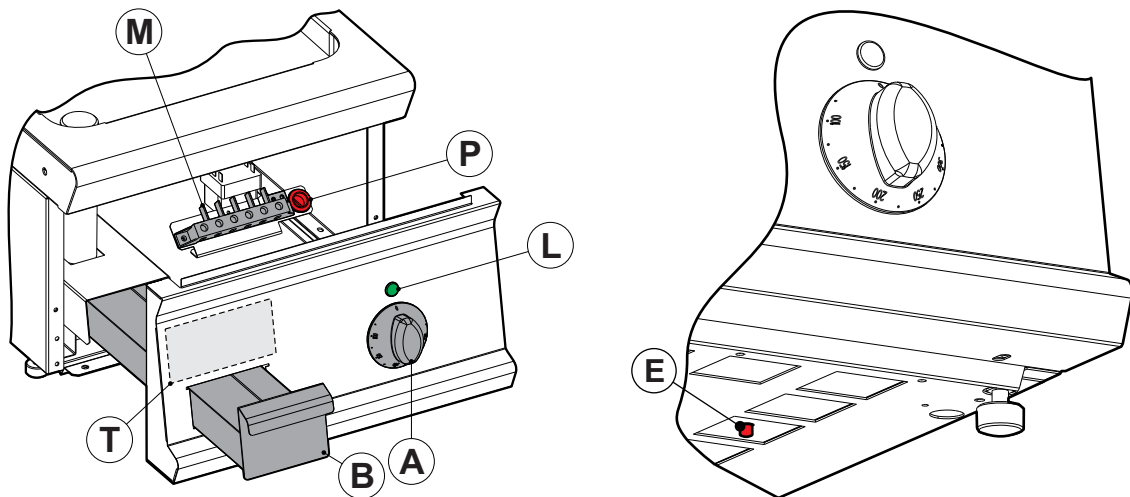

Fig.2 – Abb.2 – рис.2
I dati tecnici si rilevano dalla targhetta caratteristica "T" fig.2 che è applicata all'interno del cruscotto; quest'ultimo si smonta togliendo le viti poste sotto il cruscotto stesso.
Per accedere alla morsettiera "M" fig.2 rimuovere il cruscotto svitando le viti poste nella parte inferiore del pannello stesso. Seguendo le indicazioni sullo schema elettrico, collegare i conduttori del cavo d'alimentazione alla morsettiera. Prestare attenzione a far passare il cavo attraverso il passacavo "P" fig.2 vicino alla morsettiera, tenere inoltre il cavo in appoggio sul fondo bloccandolo con l'apposito pressacavo "AL" fig.1.
- Ruotare la manopola "A" fig.2 facendo collimare l'indice del cruscotto con la gradazione corrispondente alla temperatura di
cottura desiderata. L'accensione della lampada spia verde "L" fig.2 indica la presenza di tensione.
- Ruotare la manopola "A" fig.2 sulla posizione di spegnimento "0".
Tutti i modelli sono dotati di un termostato di sicurezza che interviene interrompendo l'alimentazione elettrica in caso di funzionamento anomalo. Per ripristinare il funzionamento dell'apparecchio premere il pulsante "E" fig.2.
- I sughi vengono raccolti nel cassetto "B" fig.2; è consigliabile svuotare il cassetto giornalmente.